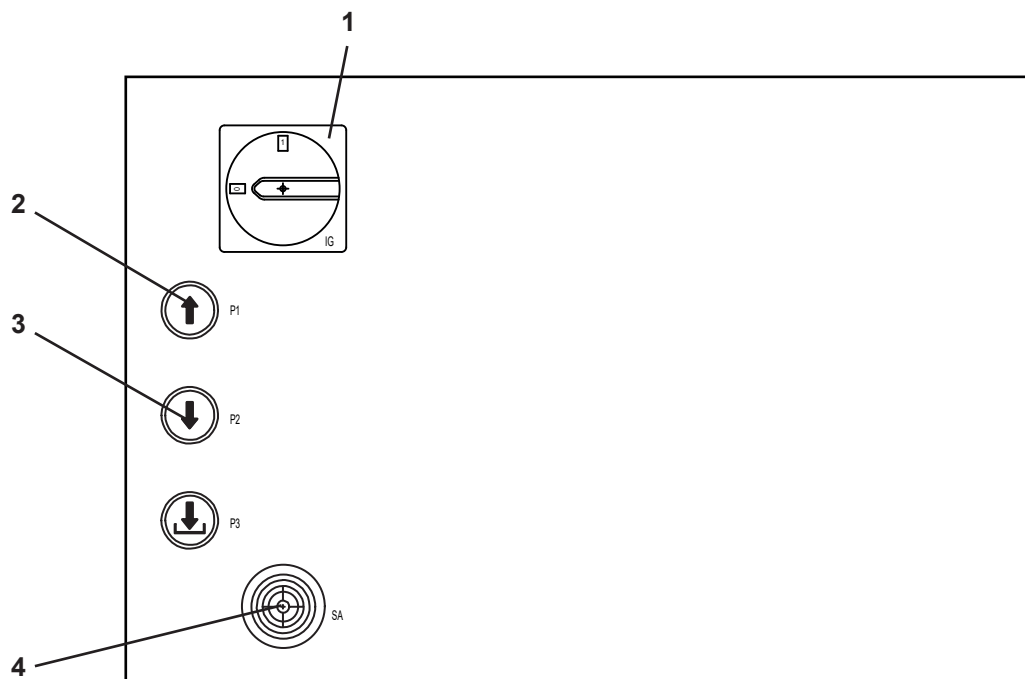

Fig. 24
Salita. (Rif. Fig.24) Interruttore generale (1) in posizione 1. Premere il pulsante di salita (2) fino al raggiungimento dell'altezza voluta.
Up: (Ref. Fig. 24) Master switch (1) in position 1.
Heben. (Zu Abb. 24). Hauptschalter (1) in Schaltstellung "1" setzen. Die Taste "Heben" (3) drücken, bis die gewünschte Höhe erreicht wird.
Montée. (Réf. Fig. 24) Interrupteur principal (1) sur la position 1. Appuyer sur le bouton-poussoir de montée (3), jusqu'à obtention de la hauteur souhaitée.
Subida. (Ref. Fig.24) Interruptor general (1) en posición 1. Apretar el pulsador de subida (3) hasta que alcance la altura deseada.